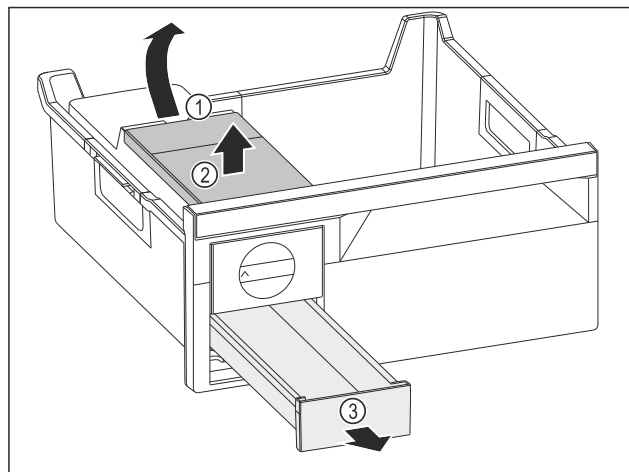

Fig. 77
- ▶ Odstranjevanje rezervoarja za vodo: Dvignite rezervoar za vodo za izrez Fig. 77 (1).
- ▶ Rezervoar za vodo Fig. 77 (2) dvignite in odstranite.
- ▶ Predal za ledene kocke Fig. 77 (3) povlecite naprej in odstranite.